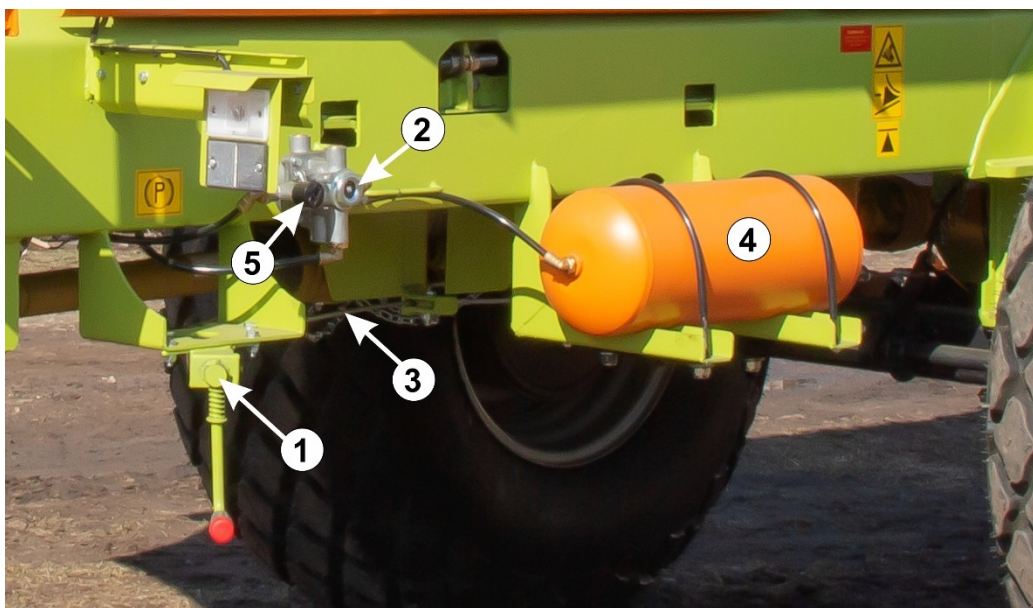

Рисунок 9 – Рабочая и стояночная тормозная система
2.9 Разбрасыватель минеральных удобрений оборудован рабочей и стояночной тормозной системой. Стояночная тормозная система – механическая тросовая приводится ручным домкратом (Рисунок 9) . Домкрат 1 крепится к раме. Вращая колесо домкрата 1 вправо-влево, натягивается трос 3 - тормозные колодки затормаживают или растормаживают барабаны оси. Для поддержки и направления троса имеется съемная система блоков. При установке разбрасывателя на хранение, ремонте, длительной стоянке и т.д., под колеса разбрасывателя устанавливаются башмаки. Они крепятся в специальные кронштейны на боковой стенке разбрасывателя.
Рабочая тормозная система (Пневмосистема) (Рисунок 9) состоит из: головки соединительной; тормозных камер; воздухораспределителя 2 с краном ручного растормаживания 5; ресивера 4 с клапаном слива конденсата и контрольного выхода; шлангов и соединительной арматуры. Тормозные камеры крепятся на кронштейнах тормозной оси. Соединяются с рычагами тормозной оси.